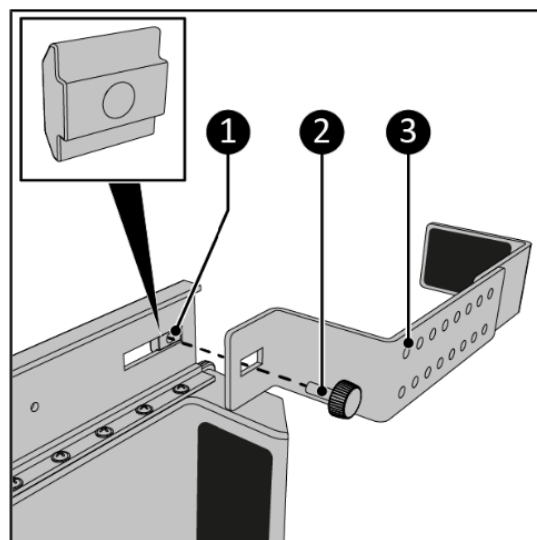

Figura 18.
7. Înșurubați piulița culisantă(**7**)(Imagine 18, articolul 1) la șina principală în poziția față (Figura 18, articolul 3). Asigurați-vă că șurubul cu aripă (Figura 18, elementul 2) este atașat la piulița glisantă.